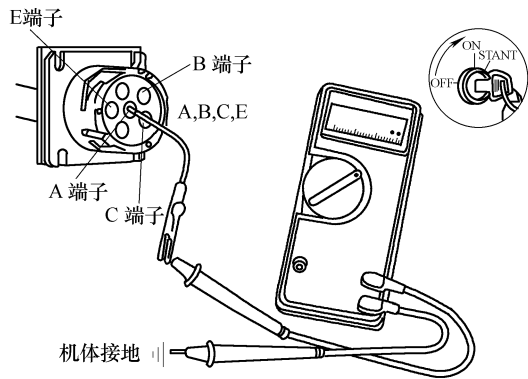

图 5-55 分别测量触针 A、B、C、E 与接地间的电压
(5) 电压检查 打开钥匙开关, 分别测量 6 针插头触针 A、B、C、E 与接地间的电压(图 5-55), 电压均应在 $2.5 \sim 5.0V$ 。